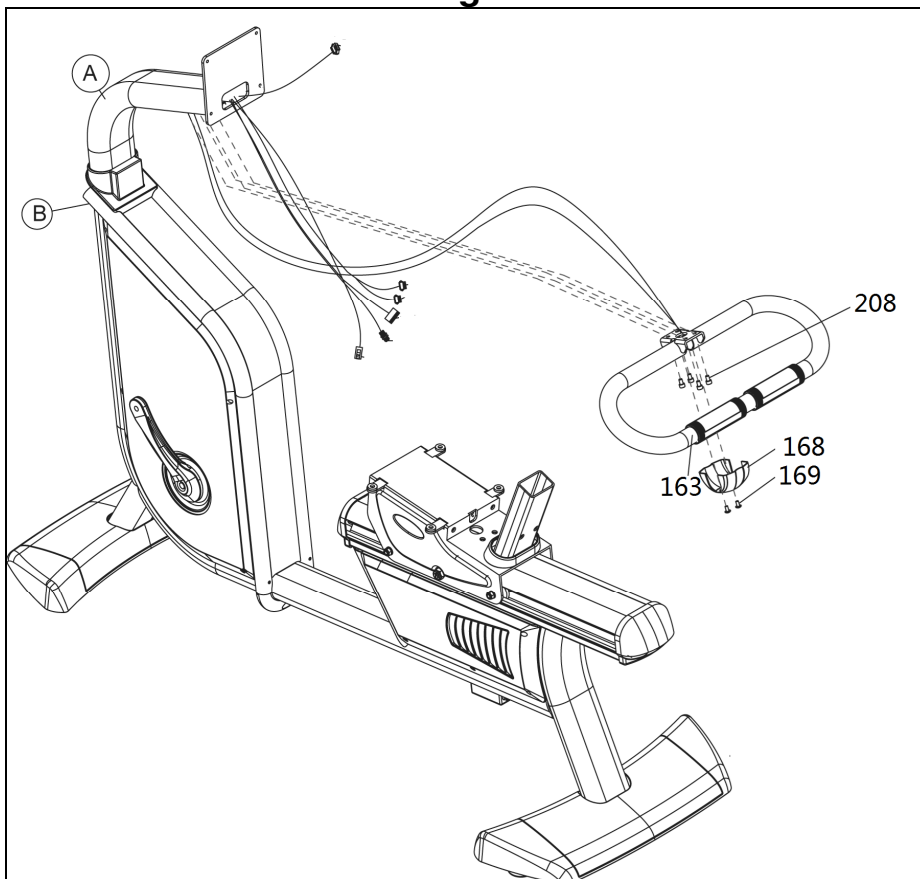

Fig.5
Posicione el manillar (186) en el soporte del cuerpo principal (1), Fig.5. Atornille con los tornillos (202), (203) junto con las arandelas de muelle (205) y las arandelas (204).
A continuación posicione el asiento (93) en el soporte Fig.5, atorníllelo con los tornillos (212).